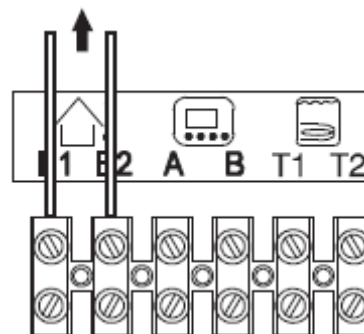

Рис. 5.26
- Подсоедините к разъемам (E1) и (E2) клеммной панели два провода как показано на рис. 5.26.